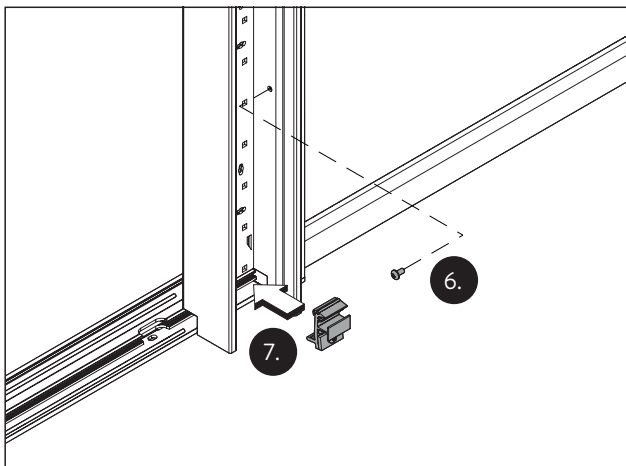

Abb. 8 Das Grundprofil an die Zarge schrauben
7. Das Grundprofil mit dem Klemmstück am Aufnahmeprofil befestigen (siehe Abb. 8).